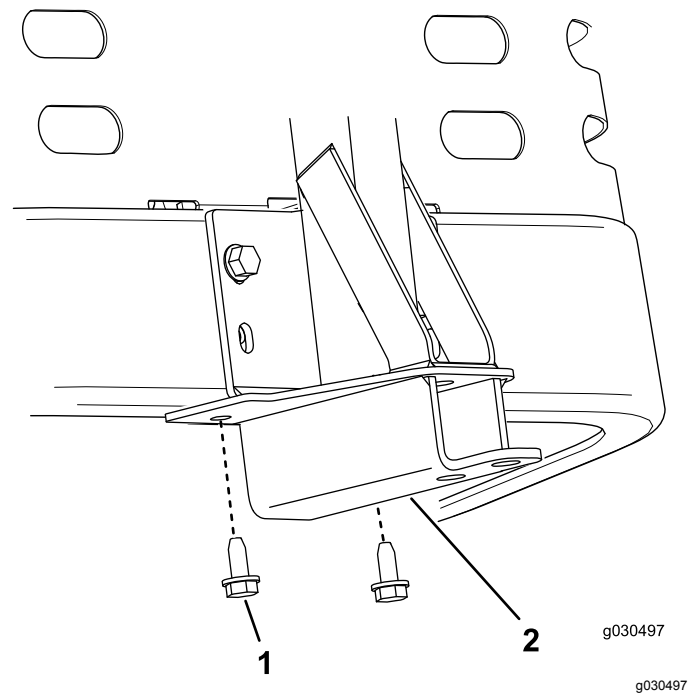

Bild 16
2. Befestigen Sie den Drehrahmen mit zwei Blechschrauben (5/16" x 3/4") an der Unterseite des Maschinenrahmens, wie in Bild 16 abgebildet.